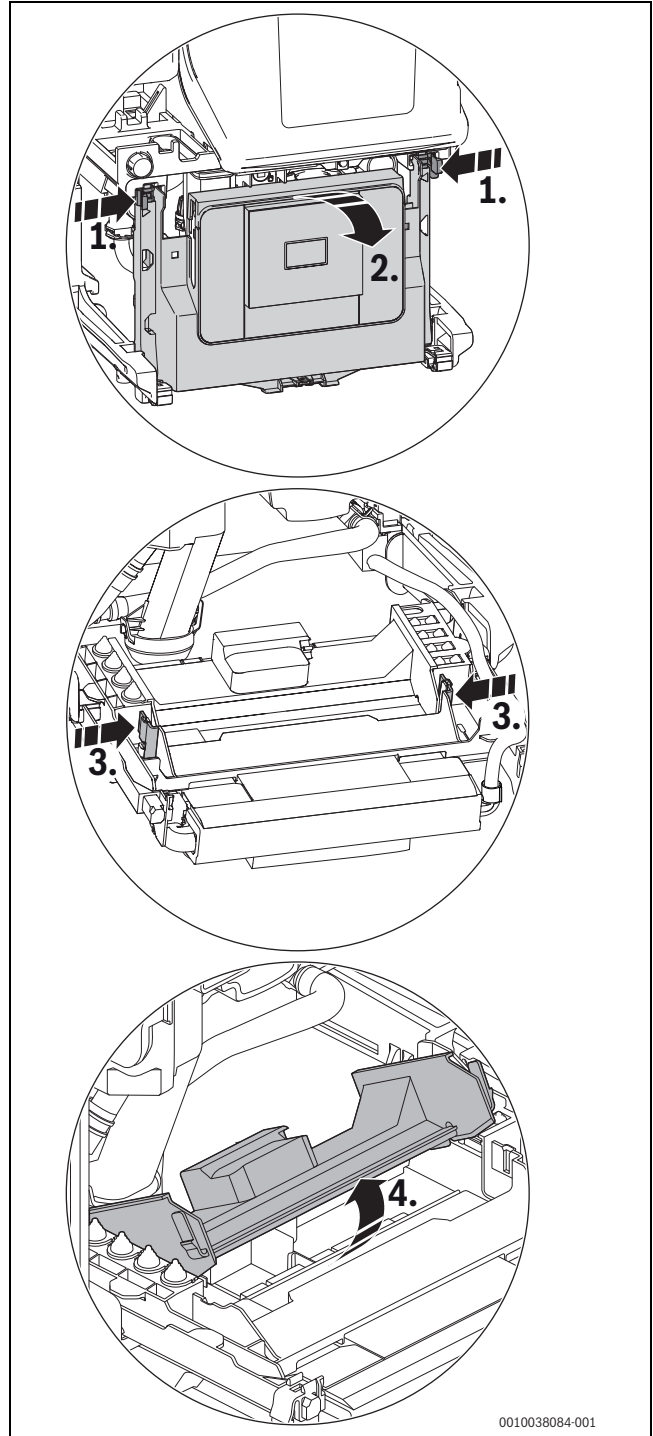

Bild 132 Abdeckung öffnen
- ▶ Steuergerät herunterklappen (→ Bild 132, Seite 64).